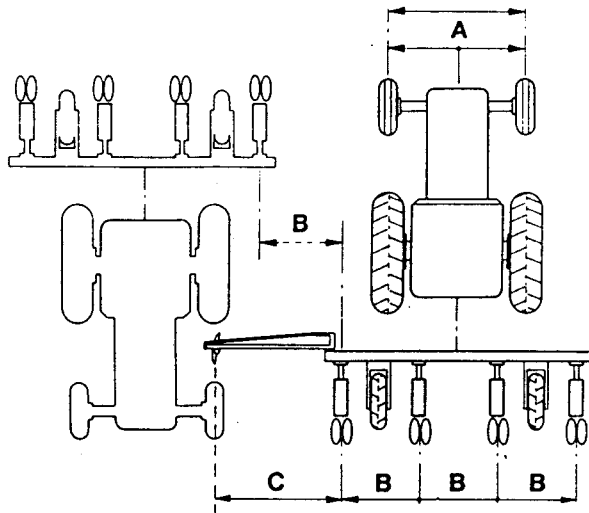

Fig. 5
Per determinare la traccia su cui correre con la ruota anteriore del trattore (Fig. 5), regolare la distanza del disco tracciabile dal centro del seminatrice esterno (valore «C» della tabella).
To set the trail the tractor has to run along, (Fig. 5) adjust the distance of the row marker plate starting from the center of the outer planting unit (value «C» in the table).
Pour déterminer la trace dans laquelle devra circuler la roue avant du tracteur (Fig. 5), régler la distance comprise entre le disque traceur et le centre du semoir extérieur (valeur «C» du tableau).
Zum Einstellen der Spur, auf der mit dem Vorderrad des Schleppers beim Säen zu fahren ist (Fig. 5), stellt man den Abstand der Spurreißerscheibe von der Mitte der äußeren Säereihe nach dem «C» der Tabelle (1) ein.